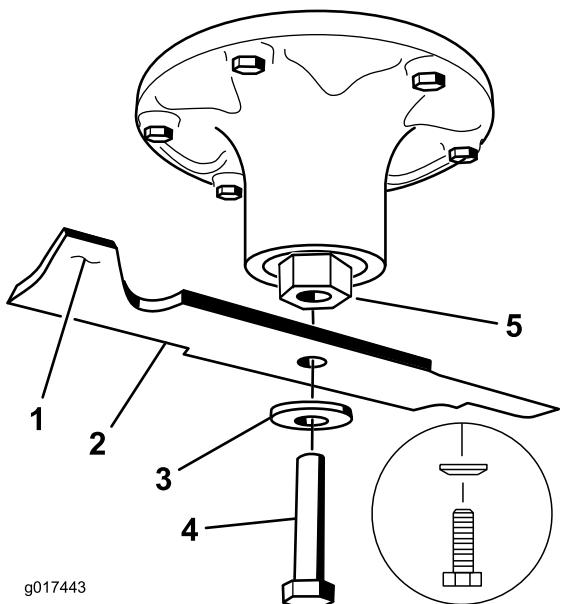

図 81
- スピンドルのシャフトからブレードボルト、湾曲ワッシャ、ブレードを取り外す 図 81。